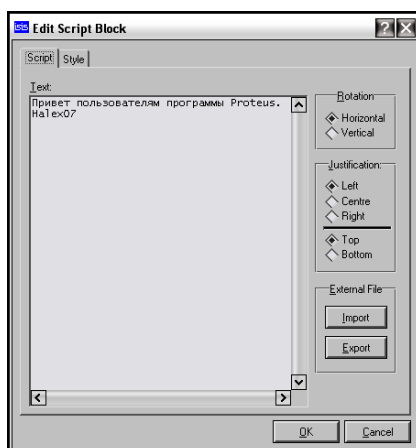

Рис. 11
**Text Script Mode** – (горизонтальные пунктиры, изображающие текст) – режим размещения текстовых скриптов (простых многострочных текстов). Щелчок по свободному полю в проекте вызывает всплывающее окно встроенного редактора текста **Edit Script Block** (Рисунок 11). В окне **Text** набираем текстовый блок. Допустим импорт текста из текстовых файлов или наоборот экспорт (очень удобная функция при создании собственных моделей) через соответствующие кнопки внизу справа. Переключателями **Rotation**, **Justification** выбирается расположение/ориентация текста в проекте (а не здесь в окне **Text** – не путайте). Если **Wire Autorouter** в верхнем меню (**Инструментарий** рис. 8) выключен, шины можно протягивать не только под прямым углом, но и наискось. Более добавить нечего.